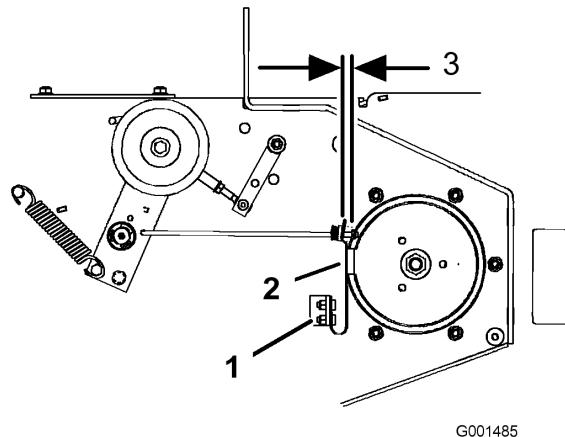

Figure 44
3. Le cas échéant, ajustez les boulons de fixation de ressort de sorte que la plaque de frein de lame frotte contre les deux côtés de la gorge de la poulie (Figure 44).
4. Ajustez l'écrou à l'extrémité de la tige de frein jusqu'à ce que l'écrou et l'entretoise soient espacés de 3 à 5 mm (1/8 à 3/16") (Figure 44).